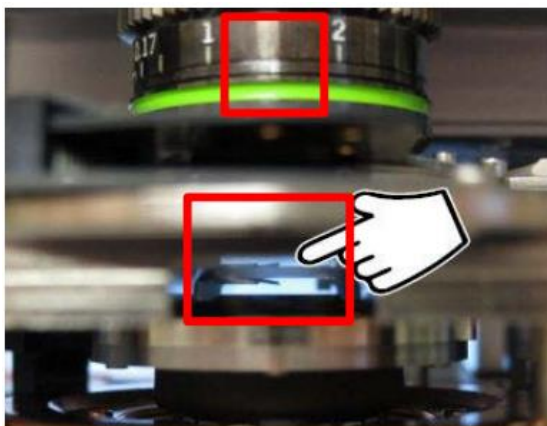

图 6-6
(3) 将 Scanner 推回初始位置, 并将其右侧的黑色把手拉下, 确认物镜的聚焦校正环 (图 6-6) 对应 1.5 的位置, 关上隔音罩。
(4) 肉眼观察探针和样品之间的距离，并小心缓慢的旋转 AFM 主机上的旋钮，直至探针下降至样品表面 2-3mm 左右的位置。